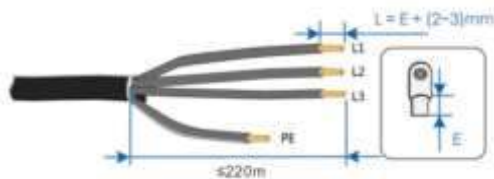

Fig. 4-31 Despoje la capa de protección
- 4) Despoje la capa de protección y la capa de aislamiento, tal como se describe en la figura siguiente (Fig. 4-31).